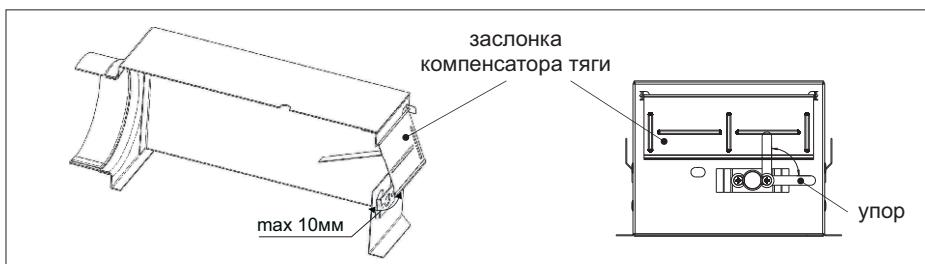

Рис. 7.
- убедитесь в том, что заслонка компенсатора тяги (рис.7) имеет свободный ход (должно наблюдаться свободное качание заслонки).